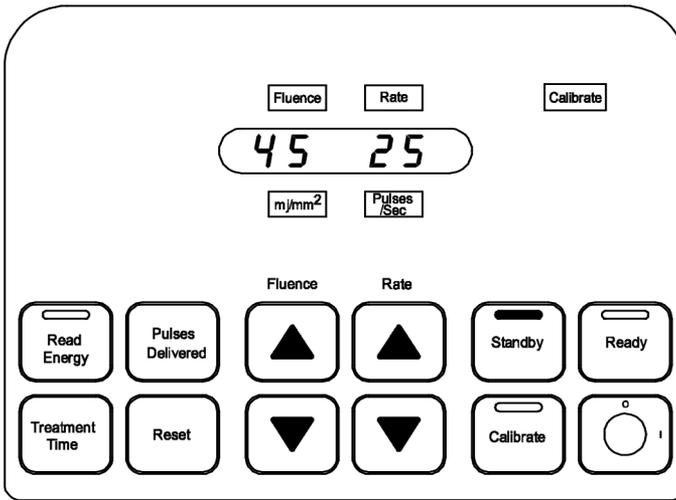

Abbildung 5
2. Die entsprechenden Kalibrierungswerte werden für das benutzte Gerät angezeigt. (Abbildung 5)